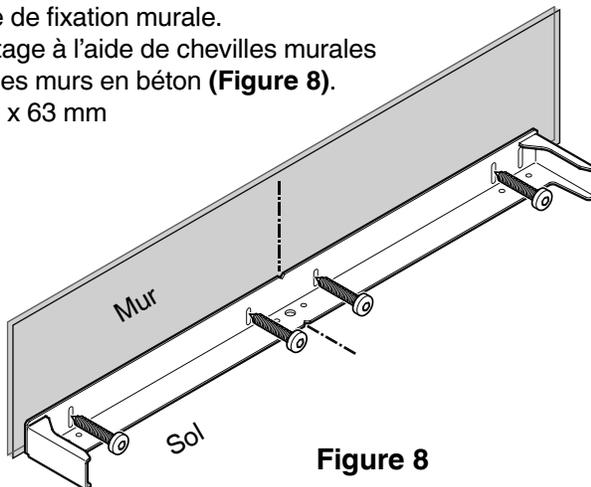

Figure 8
## Montage du dispositif antibasculement - Figures 8 - 11
2. Selon le type de sol et de mur, utiliser l'une des différentes options de montage illustrées aux **Figures 8 - 11**.
Montage à l'aide de chevilles murales sur des murs en béton (**Figure 8**).